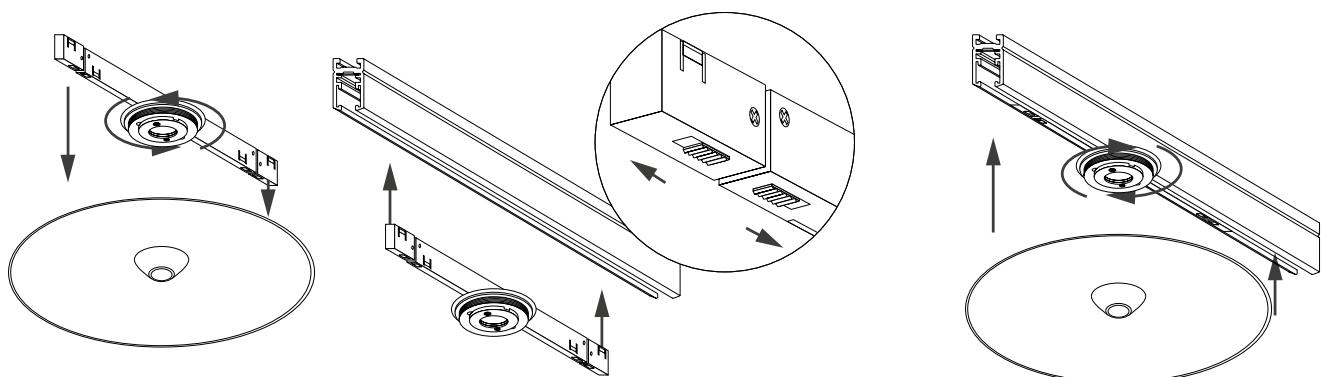

Рис. 2. Установка светильника
- ✓ Установите светильник в необходимом месте шинопровода, как показано на рис. 2.